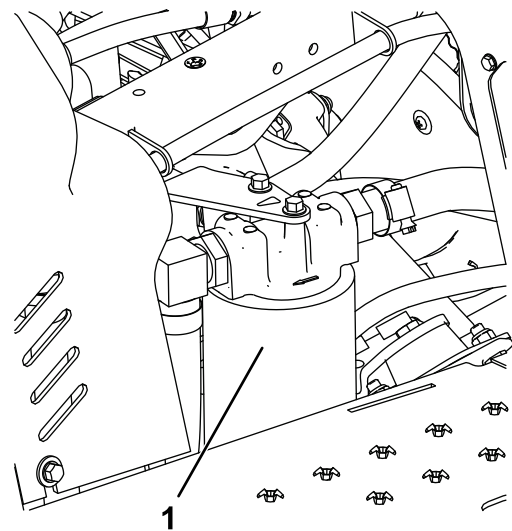

Bild 42
4. Stellen Sie eine Auffangwanne unter den Hydraulikfilter, der sich links an der Maschine befindet (Bild 42).
7. Montieren Sie den neuen Hydraulikfilter (Bild 42), indem Sie ihn von Hand soweit eindrehen, bis die Dichtung den Filterkopf berührt, und ziehen Sie den Filter dann um eine weitere $\frac{3}{4}$ Umdrehung an.